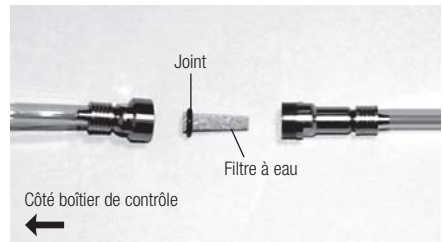

Fig.41
- 3) Une fois que le logement du filtre à eau est séparé, le filtre peut être enlevé, comme l'illustre la Fig. 41.